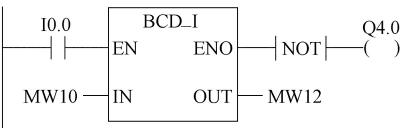

图 4-17 BCD 码转换成整数
**【例】**如图 4-17 所示是一个 BCD 码转换成整数的例子。